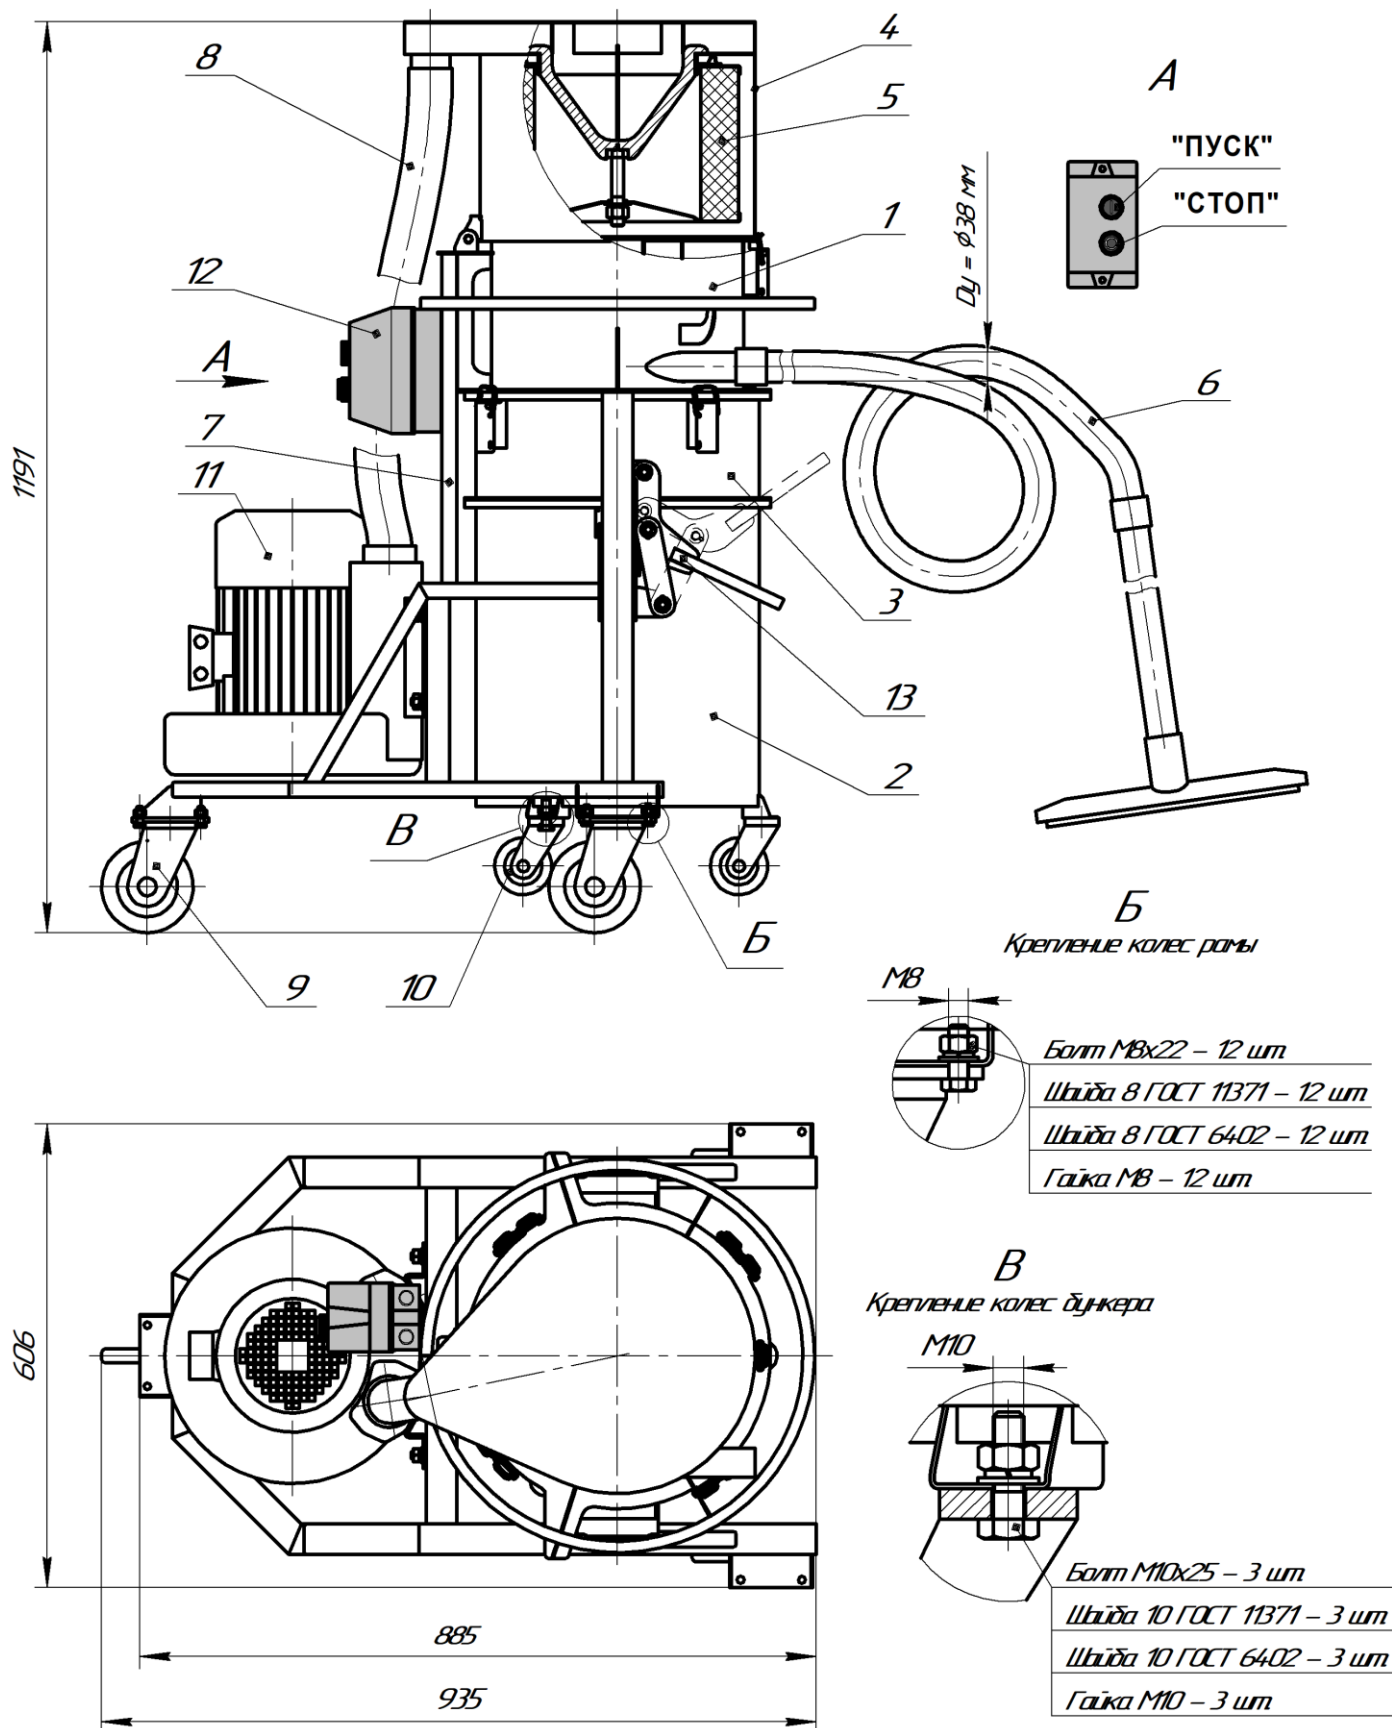

Рисунок 1 – Общий вид промышленного пылесоса ПП - В210
2.1. Общий вид и габаритные размеры пылесоса ПП-В210 приведены на рис.1.
3.1.Пылесос ПП-B210 (рис.1) состоит из следующих составных частей: